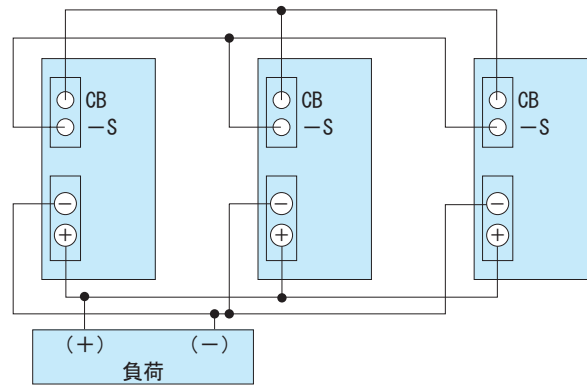

図 5.10 並列運転接続回路例
- ①配線を行う前に単体で電源の出力電圧を必要な電圧に設定してください。この時並列運転を行う各電源間の電圧差は 0.1V 以下または定格出力電圧の 1% 以下のいずれか小さい方の値に設定してください。
- ②電源を図 5.10 のように配線します。各電源に配線される出力線がそれぞれ均等な長さとなるようにご注意ください。
- ③出力電流の総和は次式で求める値を越えない範囲でご使用ください。